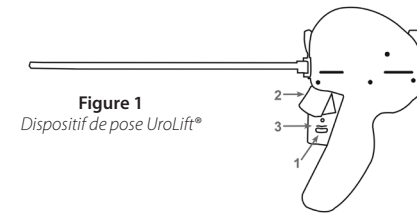

Figure 1
Le dispositif de pose (**Figure 1**) est conçu pour accéder à l'urètre prostatique et pour mettre en place un implant au travers du lobe de la prostate.
- 1.7 Examiner l'extrémité du dispositif et vérifier que l'aiguille n'est pas visible. Examiner le verrou de sécurité de l'aiguille (**Figure 1**) et vérifier qu'il est bien en position « verrouillé » (vers l'avant).